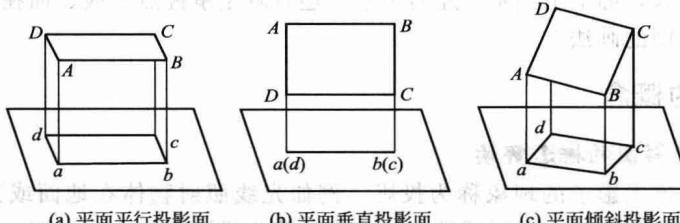

图 1-3 正投影的基本特性
① 显实性。如果空间直线或平面图形与投影面平行，则它们在投影面上反映线段的实长或平面图形的实形，如图 1-3(a) 所示。
② 积聚性。直线、平面垂直于投影面时，其投影集聚为一点、直线时，这种特性称为投影的积聚性。如图 1-3(b) 所示。
③ 类似性。直线、平面倾斜于投影面时，其投影仍为直线（长度缩短）、平面（形状缩小），这种特性称为投影的类似性，如图 1-3(c) 所示。